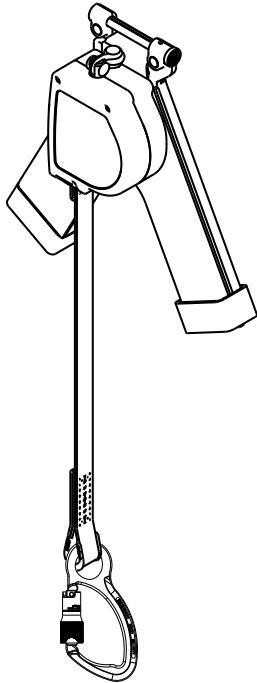

Abbildung 2 – Sicherungsseil unterhalb des Geländers verankern
2. Verankern Sie den Karabinerhaken des Nano-Lok-HSG an einem zulässigen Verankerungspunkt am Arbeitskorb. (Siehe Abbildung 2) Der Verankerungspunkt muss unterhalb der Seitengeländer des Arbeitskorbs liegen. Zwischen dem Karabinerhaken und dem Verankerungspunkt dürfen keine Verlängerungen oder andere Verbindungselemente angebracht werden. Keine Komponenten des Absturzsicherungssystems dürfen modifiziert werden.